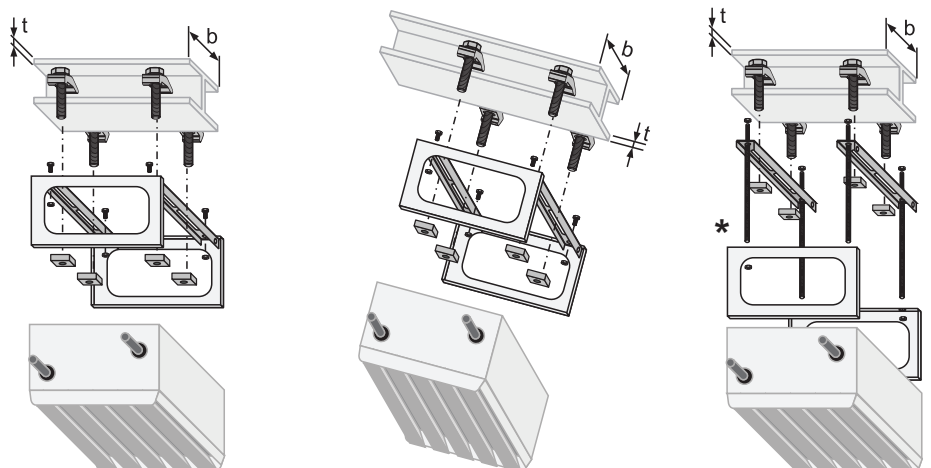

Bild 1
- zu Bild 1 und 2:- Trageschienen mit beiliegenden Schrauben, Scheiben und Muttern an die Befestigungskonsolen montieren.
- Trageschienen mit Spannpratzen am Stahlträger gem. Bild 1 und 2 befestigen.